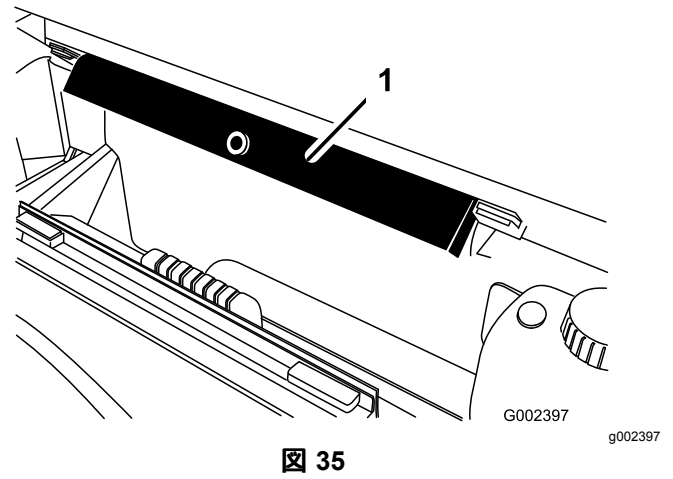
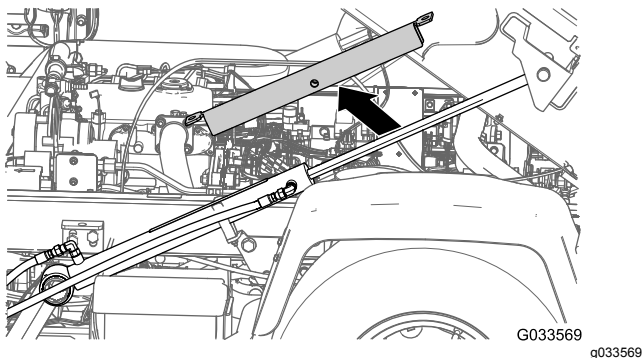

図 35
図 34
2. 昇降シリンダから荷台サポートを外し、サポートをROPSパネルの裏側にある収納ブラケットに収納する (図 34 と 図 35)。